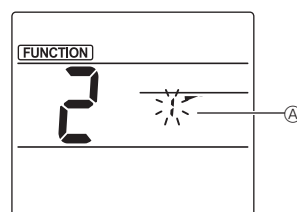

Fig. 2
- ② Välja nummer för fläktblad (Fig. 2). Tryck på knapparna [UP] för att välja nummer ② för fläktblad och tryck därefter på knappen [SET].